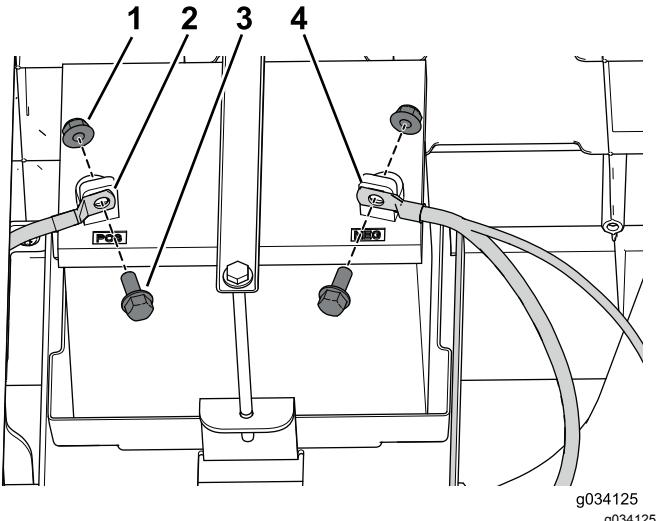

Рисунок 10
5. Отсоедините отрицательный (-), а затем положительный (+) кабель от аккумуляторной батареи, как показано на Рисунок 10.